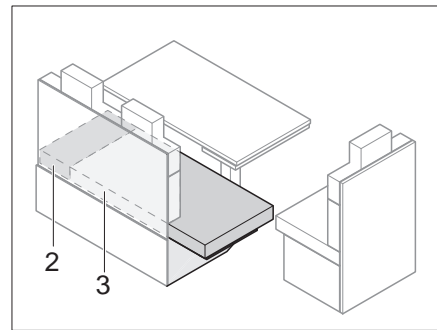

Bild 110 Nach dem Vergrößern
- Sitzpolster (Bild 110,3) auf die Sitzbankverlängerung ziehen.
- Zusatzpolster (Bild 110,2) zwischen die Sitzpolster (Bild 110,3) und die Außenwand legen.